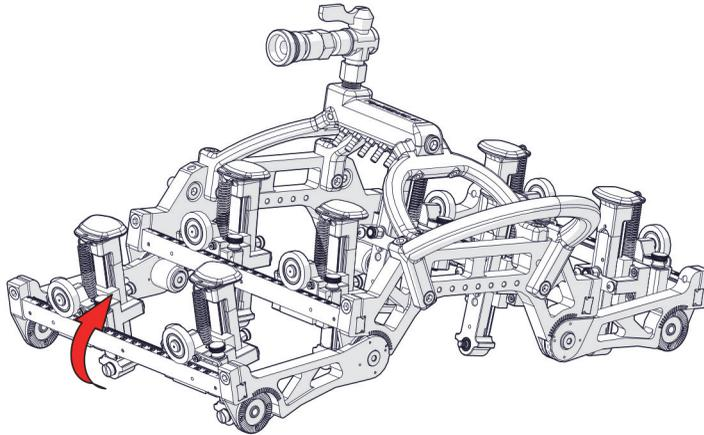

图1-52 调整探头模块部分的角度
5. 根据需要调整探头模块部分的角度（参见第62页的图1-52）。